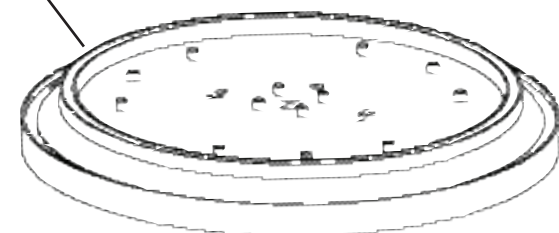
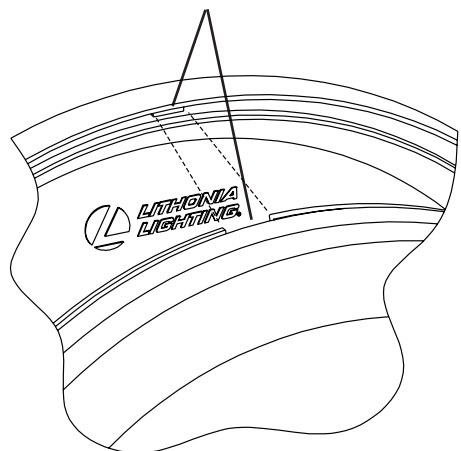

Fig. 2
Fig. 3
Voit Fig. 2.
7. Alignez la tige filetée (9) à l'orifice central du boîtier. Poussez l'ensemble de boîtier (2) sur la surface du plafond. Fixez le dispositif à l'aide de l'écrou borgne (6). Remarque: L'écrou borgne (6) ne doit être serré qu'à la main. Ne serrez pas excessivement.
9. Installez l'assemblage du diffuseur sur l'assemblage de la plaque arrière en alignant les encoches de la bride du diffuseur avec les lances restantes qui se trouvent à l'intérieur de la plaque arrière. Tournez en sens horaire jusqu'à ce que le tout soit bien serré puis fixez le tout avec une vis de calage. Voir Fig. 3.
5. Use **Wirenuts (5)** to connect black fixture wire to the black power supply wire and white fixture wire to the white power supply wire.
6. Apply bead of silicone caulk (not provided) around entire groove on back side of backplate. Bead of caulk to extend above groove to assure watertight seal with mounting surface. **See Fig 2.**
7. Align **Threaded Pipe (9)** with center hole on **Backplate**. Push **Backplate Assembly (2)** to ceiling. Secure fixture with **Cap Nut (6)**. **Note: Cap nut (10) should be hand-tighten only. Do not over tighten.**
9. Install diffuser assembly to backplate assembly by aligning notches in diffuser flange with retaining lances on inside of backplate. Turn clockwise until tight then secure with set screw. **See Fig 3.**
1. Saque los componentes del luminario y paquete(s) de piezas. Compruebe que todas las piezas estén incluidas. **Vea Fig 2.**
2. Afloje el **Tornillo de sujeción (1)** asegurando el **Conjunto del difusor (3)** a la **Placa posterior (2)** y destornille el difusor de la placa posterior girando a la izquierda.
5. Use **Capuchones de Alambres (5)** para conectar el alambre negro del luminario al alambre negro de suministro de electricidad y el alambre blanco del luminario al alambre blanco de suministro de electricidad.
6. Aplique una capa de masilla de silicona (no suministrada) alrededor del surco en la parte posterior de la placa posterior. La capa de masilla debe extenderse sobre el surco para asegurar un sellado hermético con la superficie de montaje. **Consulte la Fig. 2.**
7. Alinee la **vara roscada (9)** con el orificio central en la carcasa. Empuje el conjunto de la carcasa (2) a la superficie del techo. Asegure el montaje con la **tuerca ciega (6)**. **Nota: La tuerca ciega (6) solo debe ser ajustada manualmente. No ajuste excesivamente.**
9. Instale el conjunto del difusor en el conjunto de la placa posterior alineando las muescas en el reborde del difusor con las lanzas de retención en el interior de la placa posterior. Gire a la derecha hasta ajustar; luego asegure con el tornillo de sujeción. **Consulte la Fig. 3.**